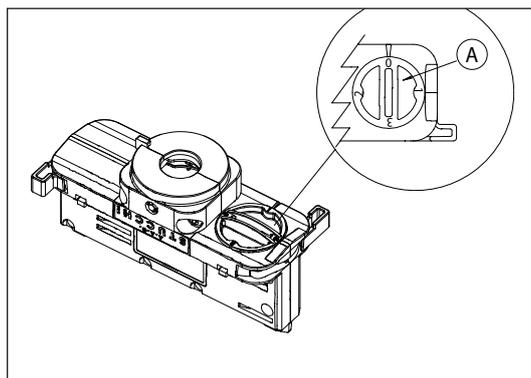

Fig. 5 Selettore di fase
Wenn die Stromschiene an eine Dreiphasen-Anlage angeschlossen ist, kann ausgewählt werden, über welche Phase der einzelnen Strahler gespeist wird. Dazu den Wahlschalter (A) vom Adapter entsprechend einstellen (Abb. 5).